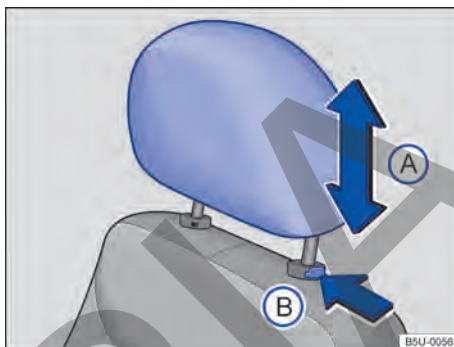

Fig. 62 Apoyacabezas delantero: desmontar.
- Presionar la tecla → fig. 62 (B) en el sentido de la flecha. Retire el apoyacabezas mientras presiona la tecla.
- Empujar el apoyacabezas completamente hacia abajo con la tecla → fig. 62 (B) presionada.